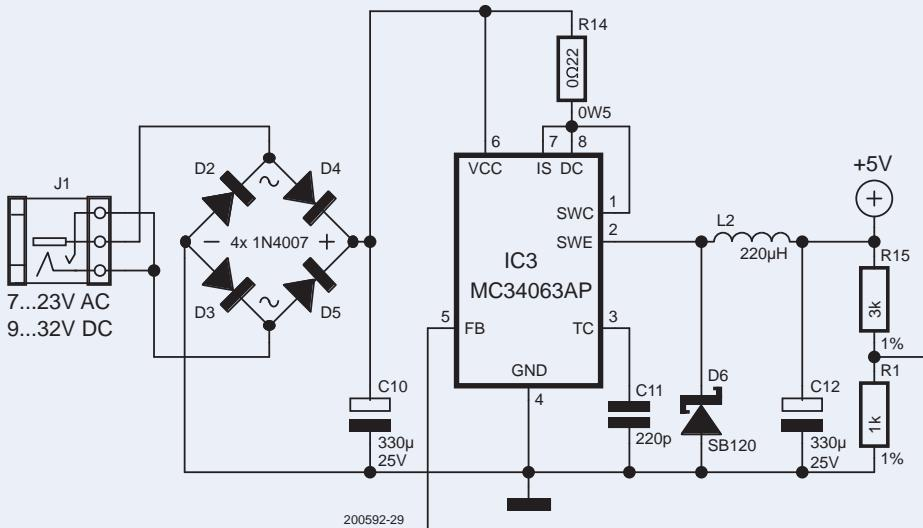

Figure 3. L'alimentation à découpage couvre une vaste plage de tension d'entrée.
Un MC34063 (IC3) monté en régulateur buck à découpage fournit la tension d'alimentation convenable de +5 V (**fig. 3**). La source d'alimentation CA/CC à l'entrée du circuit est redressée puis filtrée par le condensateur C10 avant d'entrer dans IC3. Le redresseur D2 à D5 permet l'alimentation en courant alternatif (CA) et en courant continu (CC) de polarité quelconque. Ainsi, l'appareil accepte à son entrée des tensions de 7 à 23 V_{AC} ou de 9 à 32 V_{CC}. La fréquence de découpage est voisine de 30 kHz. Le circuit complet ne consomme que 35 mA. Comme l'alimentation peut fournir jusqu'à 1,2 A, elle est très largement dimensionnée. La broche centrale du connecteur d'alimentation a un diamètre de 2 mm, compatible avec nombreux adaptateurs standard.